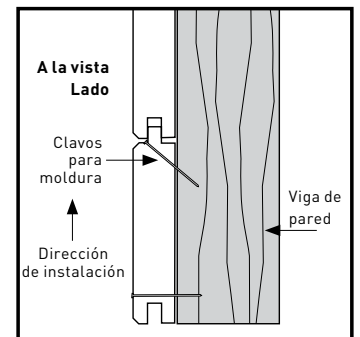

Figura 2
4. Clava la primera fila introduciendo los clavos en la parte inferior de la tabla y clavando en la lengüeta a lo largo del borde superior. (Figura 2)